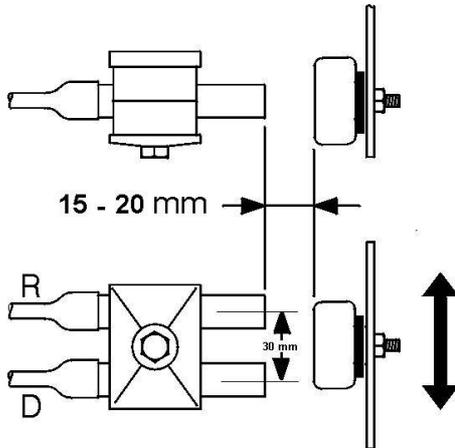

Abbildung 21: Ausrichtung zum Magneten
- Zwischen dem Magnet und dem Sensor sollte ein Abstand von 15 bis 20 mm in die angezeigte Richtung eingehalten werden (Abb. 21).